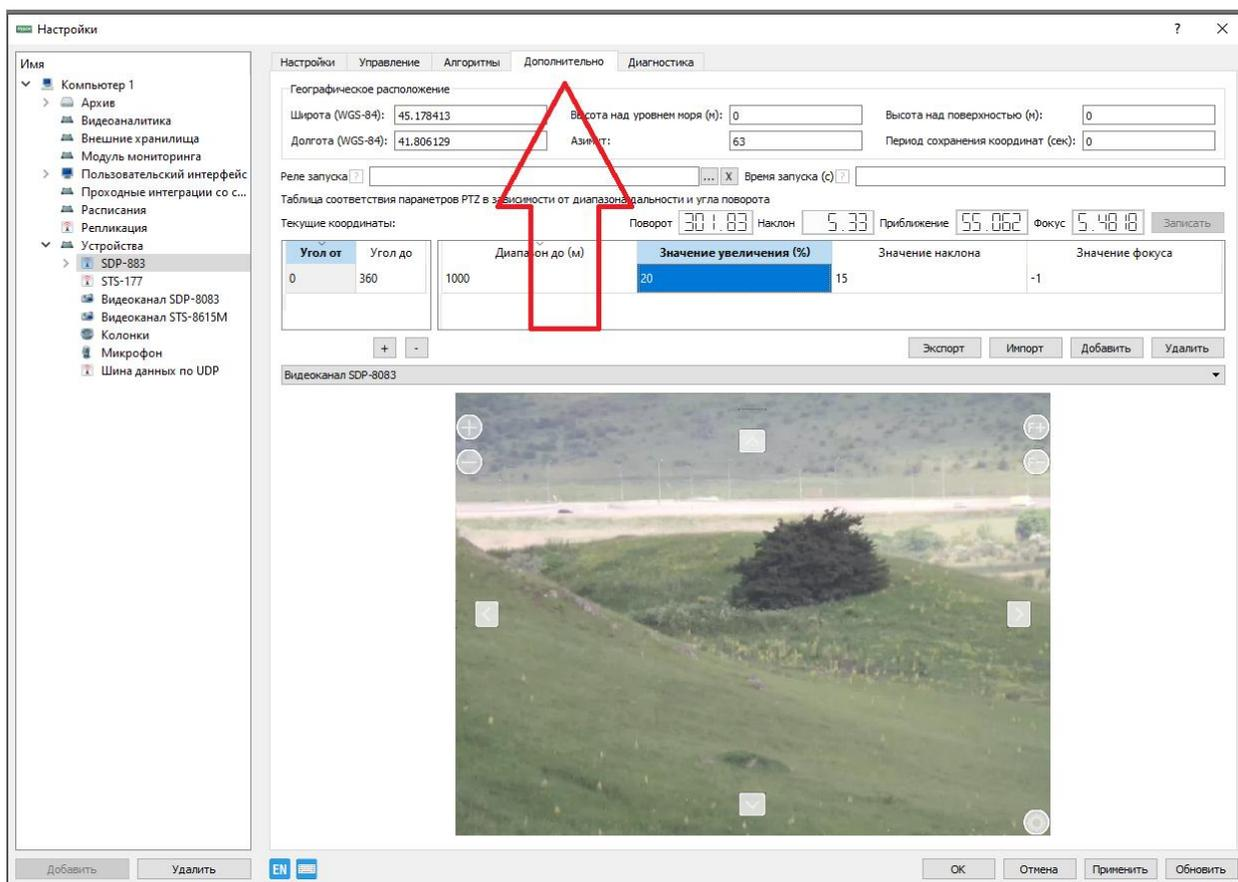

Рисунок 26
2.3.8.9 Откроется окно. В открывшемся окне выбрать вкладку «Дополнительно» (Рисунок 26)